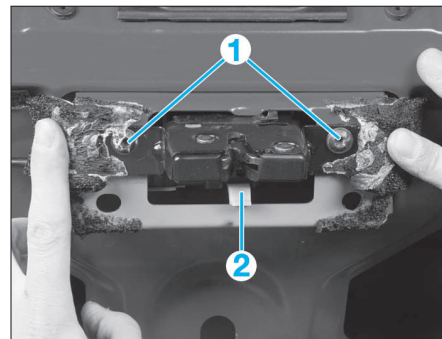

FIG. 97
- Déposer les vis de fixation (1) de la serrure (à la repose, serrer à 0,8 daN.m) (Fig.97).
- Extraire la serrure en exerçant une pression sur le clip de pré-maintenance (2).